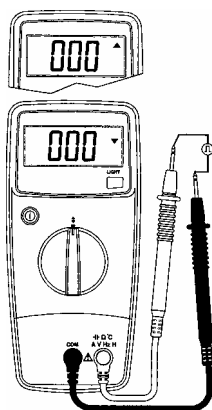

Рисунок 14
4.18.2 Установите поворотный переключатель в положение "♦" (см. рис. 14).